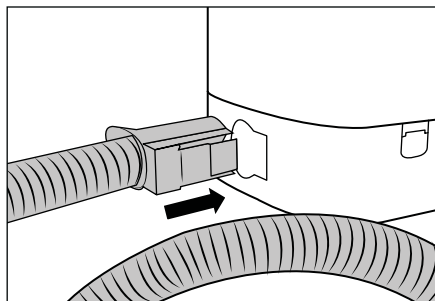

Fig. 2
- ♦ Sæt sprøjte-/sugeslangen 19 ind i sprøjte-/sugeslangetilslutningen 17 på produktet, indtil oplåsningsknappen 21 går i indgreb (se fig. 2).